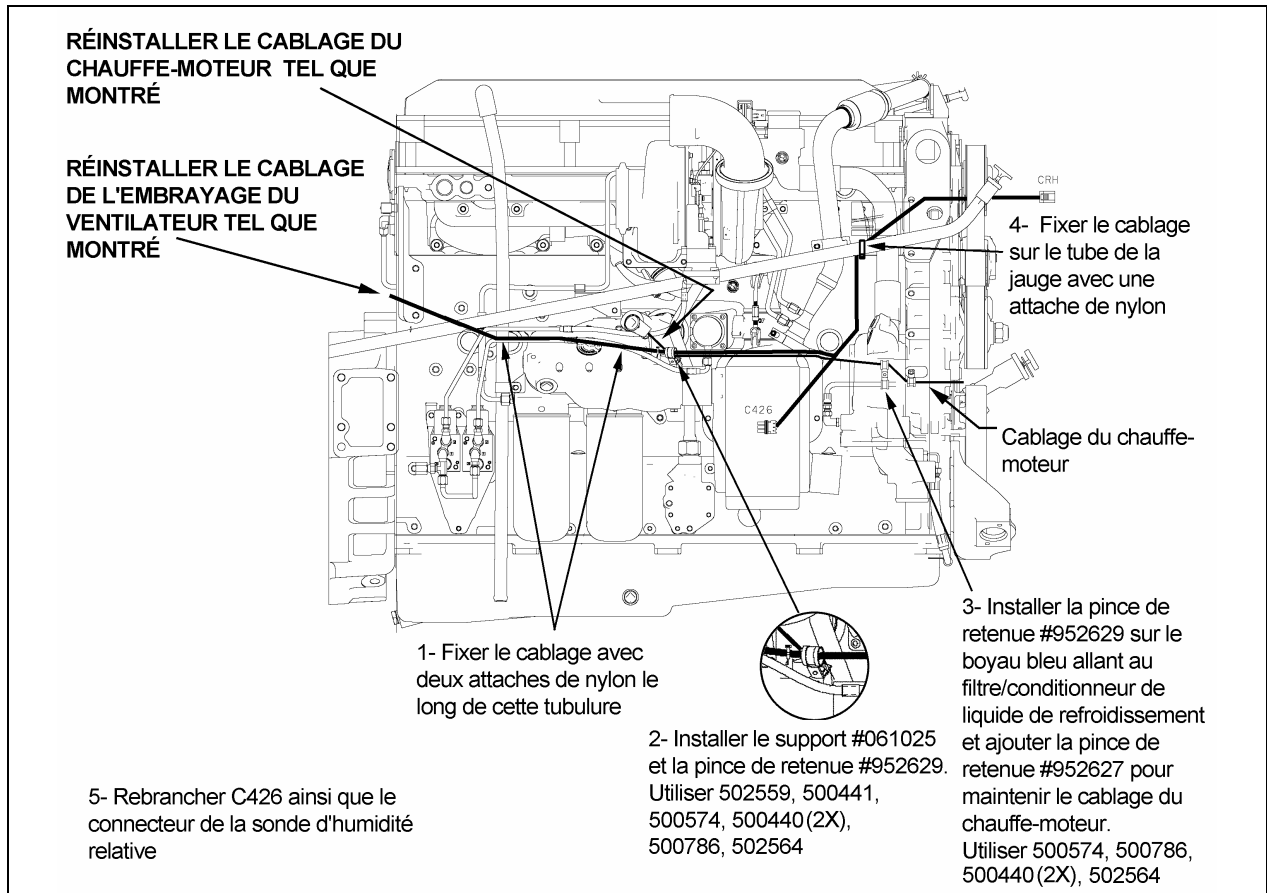

FIGURE 2: RÉACHEMINER LES CÂBLAGES
2. Réacheminer les câblages tel que montré à la figure 2.